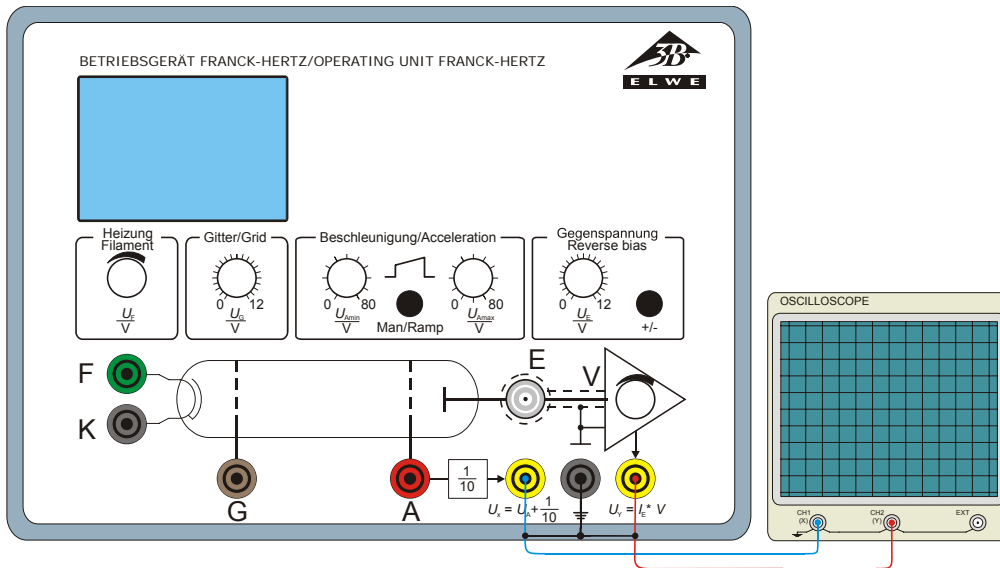

Fig. 7 Raccordement d'un oscilloscope à l'appareil pour l'expérience de Franck-Hertz
- Raccordez la sortie U_x de l'appareil pour l'expérience de Franck et Hertz au Canal 1 (déviations X) et la sortie U_y au Canal 2 (déviations Y) de l'oscilloscope. (voir Fig. 7)